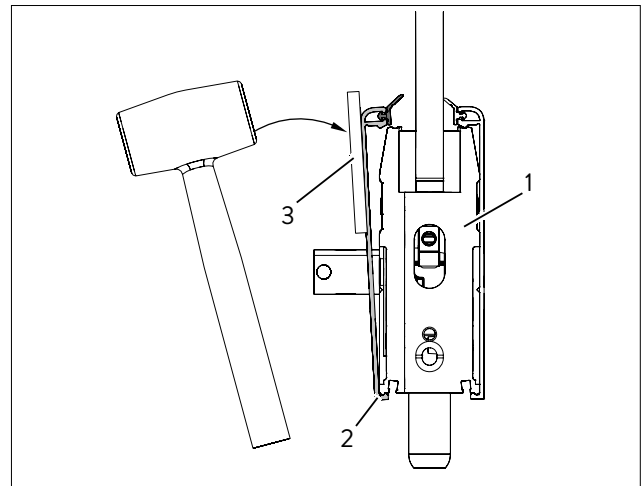

Abb. 31 Abdeckprofil aufclipsen
9. Abdeckprofil (Abb. 31/2) von unten an die Türschiene (Abb. 31/1) ansetzen und mit einem Hammer aufclipsen. Mit dem Hammer nicht direkt auf das Abdeckprofil (Abb. 31/2) schlagen, sondern eine Zwischenlage (Abb. 31/3) benutzen.